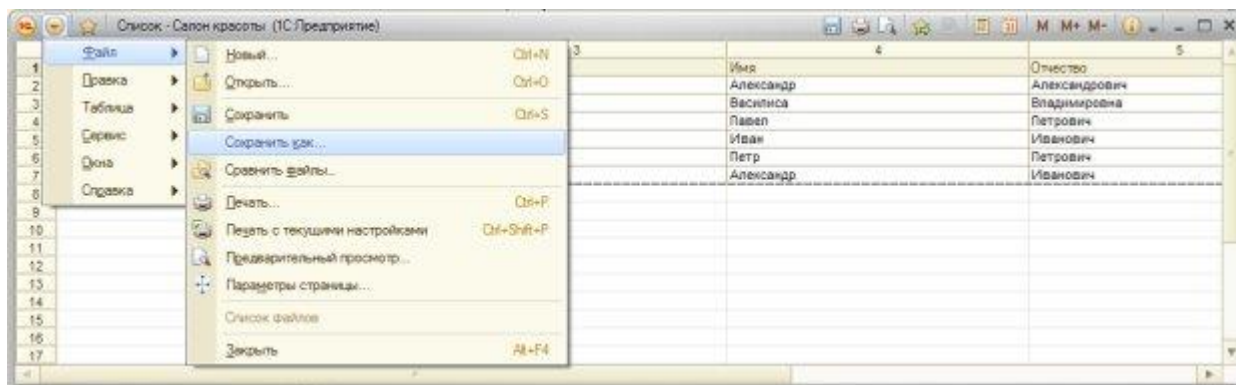

Рисунок 9.9-. Вывод данных в табличный документ
17. В поле **Выводить колонки** можно настроить состав выводимых в документ колонок (в нашем случае команда выполнена для справочника **ФизическиеЛица**). После нажатия на **OK** выбранные данные оформляются в виде табличного документа, а с помощью команды **Файл > Сохранить как**, Рисунок 9.9., этот документ можно сохранить в нужном формате для дальнейшей обработки в других приложениях.